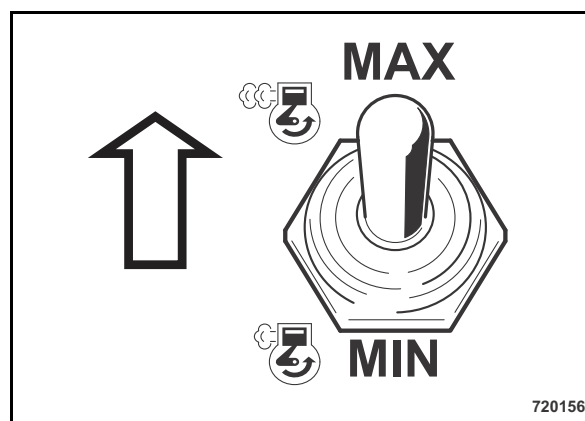

Рис. 36
- Переключить тумблер частоты вращения двигателя (Рис. 36) в положение MAX.